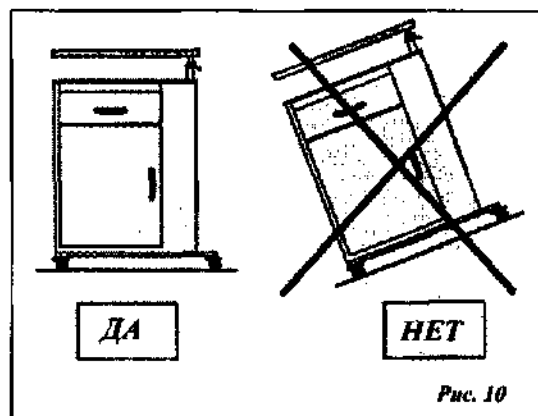

Рис. 10
Верхний уровень (рисунок 10) из:
* Никогда не оставляйте тумбочку на наклонной плоскости (рис. 10).
7.1. ОСНОВНЫЕ ЭЛЕМЕНТЫ (РИС. 10)